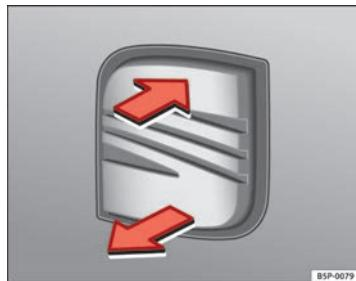

Fig. 48 Portón trasero:
- Tire de la maneta y levante el portón => fig. 48. El portón se abre automáticamente.